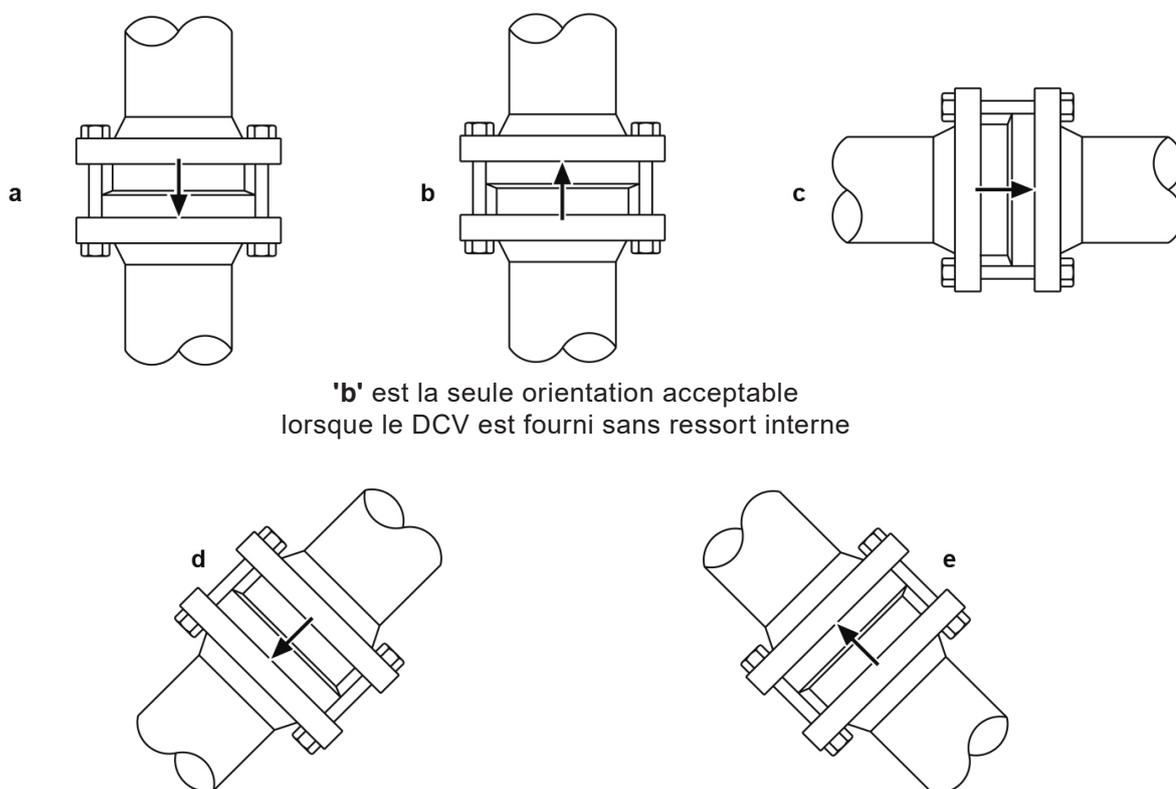

Fig. 2
- 3.5** Les clapets de retenue sont simplement installés entre deux brides (voir Figure 2). Des joints standards sont utilisés sur chaque face du clapet avec de plus longues vis ou goujons. **Nota** : les brides, vis (ou goujons), écrous et joints sont fournis par l'installateur. Les vis de brides doivent être serrées normalement, c'est-à-dire toujours en opposition.